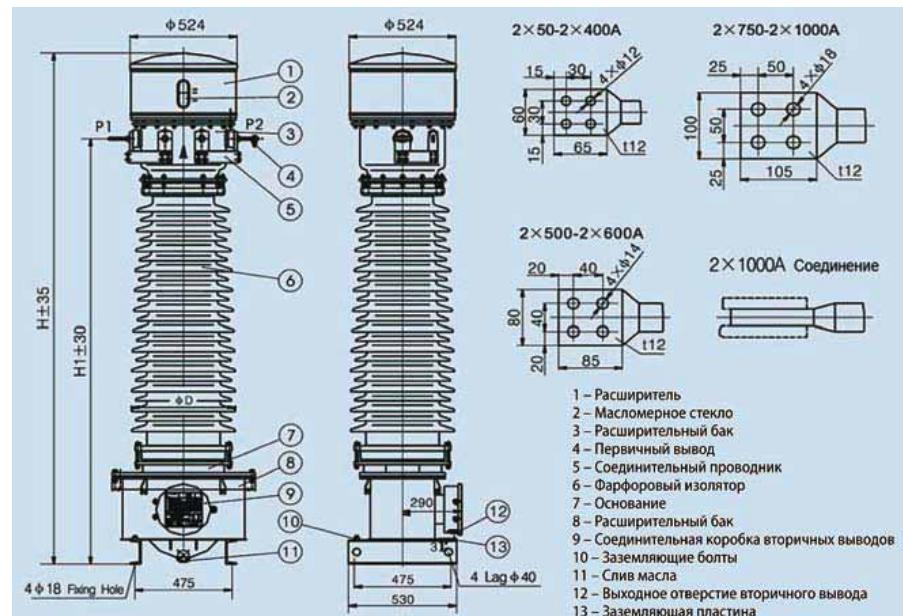

Рис. 6.1 Внешний вид и размеры трансформатора тока LB7-110
6. Внешний вид и размеры (см. рис. 6.1, таблицу 6.1)